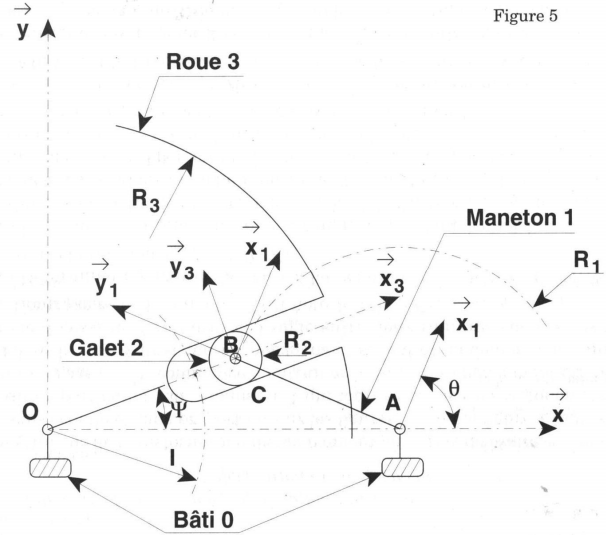

Figure 5
La **figure 5** correspond au cas général.
- Q4** À partir de la figure 5, déterminer la loi entrée-sortie $\psi = f(\theta, \rho)$ avec $\rho = \frac{R_1}{E}$.